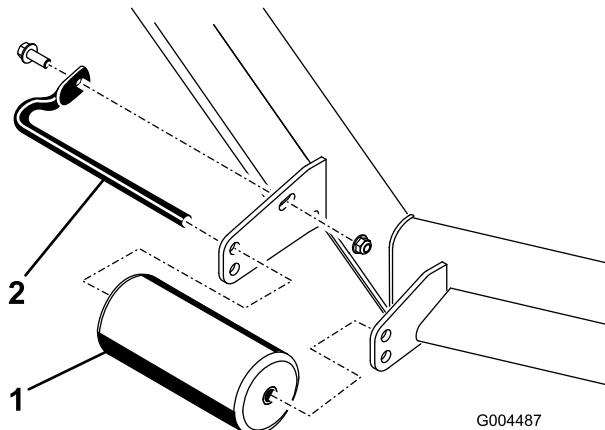
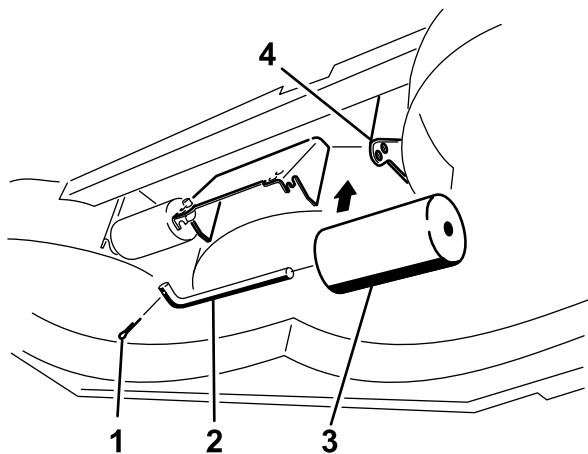

Figure 26
Figure 30
4. Retirez les fixations de chaque galet sur le tablier de coupe et montez ou abaissez les galets selon le cas; reportez-vous aux Figure 26 à Figure 30 selon ce qui convient à votre tondeuse.